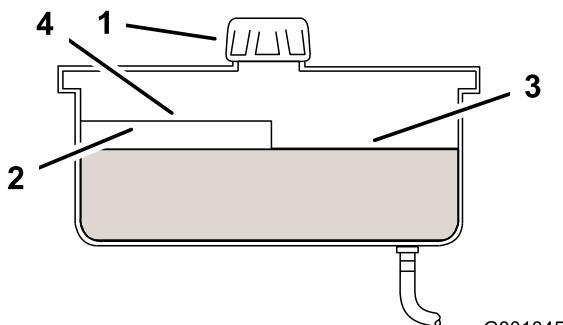

Figura 50
2. Limpie alrededor del cuello de llenado del depósito de aceite hidráulico (Figura 50).
3. Retire el tapón del cuello de llenado. Mire dentro para ver si hay aceite en el depósito (Figura 50).
Nota: El nivel de aceite debe llegar a la parte superior del nivel caliente del tabique cuando el aceite está caliente (Figura 50).